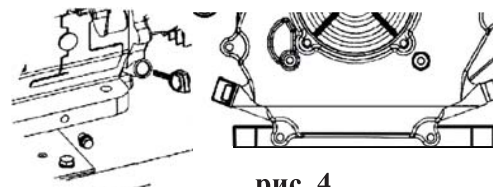

рис. 4
7.2.2 Залейте в горловину масло до нижнего края заливного отверстия (рис. 4). Проверьте уровень масла.
7.6.1 На прогревом до рабочей температуры двигателя вывинтите пробку для слива масла **15** (рис. 1), под сливным отверстием разместите вспомогательную ёмкость. После прекращения истечения масла установите пробку на штатное место и затяните. Залейте масло в горловину, удалив шуп **2** (рис. 1) до нижнего края заливного отверстия (рис. 4). Проверьте уровень масла.